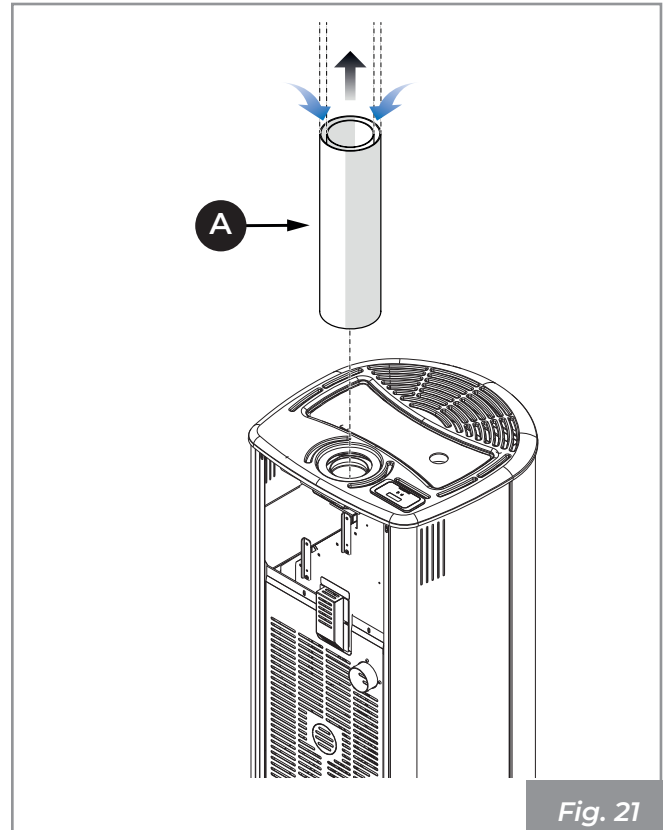

Fig. 21
- Raccorder le tube coaxial **(A)** (**Fig. 21**).